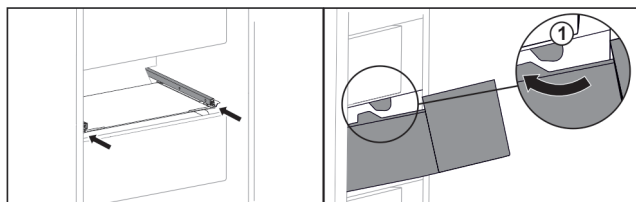

Fig. 47
- ▶ Guider le tiroir en contournant les butées Fig. 47 (1).